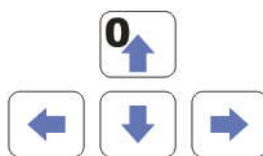
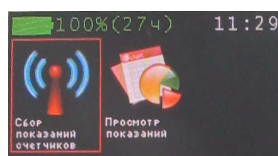

Рисунок 11 - Кнопки навигации по меню СПП-1
Рисунок 12 - Пункт меню "Сбор показаний счетчиков"
- 4.2. В меню считывателя СПП-1 при помощи кнопок (Рисунок 11) выберите функцию “Сбор показаний счетчиков” (Рисунок 12). Нажмите кнопку  для подтверждения выбора.